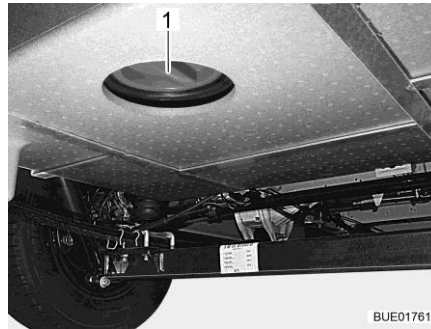

Bild 282 Rengöringsöppning
- Öppna avloppstankens rengöringsöppning (Bild 282,1) och avtappningskranen.